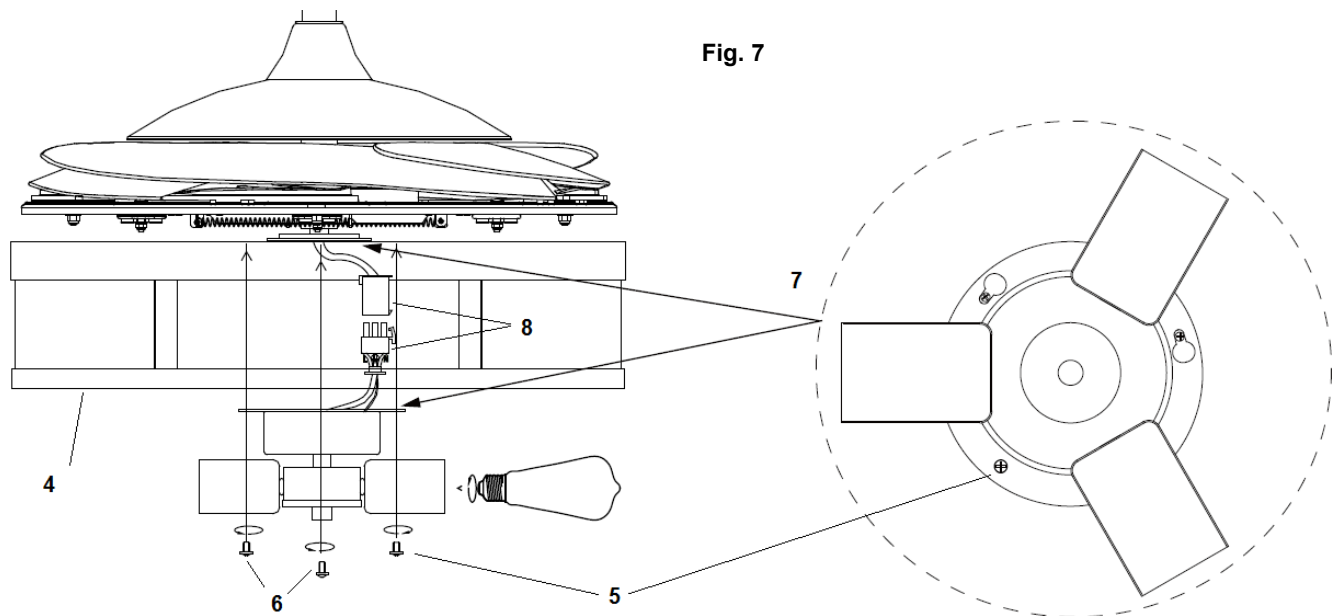

Fig. 7
12. Verbinden Sie die Stecker (8) miteinander.
13. Lösen Sie die Schraube (5) aus dem Lampenschirm (4). Richten Sie die zwei Schlitzschrauben (6) an den Längslöchern des Leuchtensets (7) aus. Abb.7